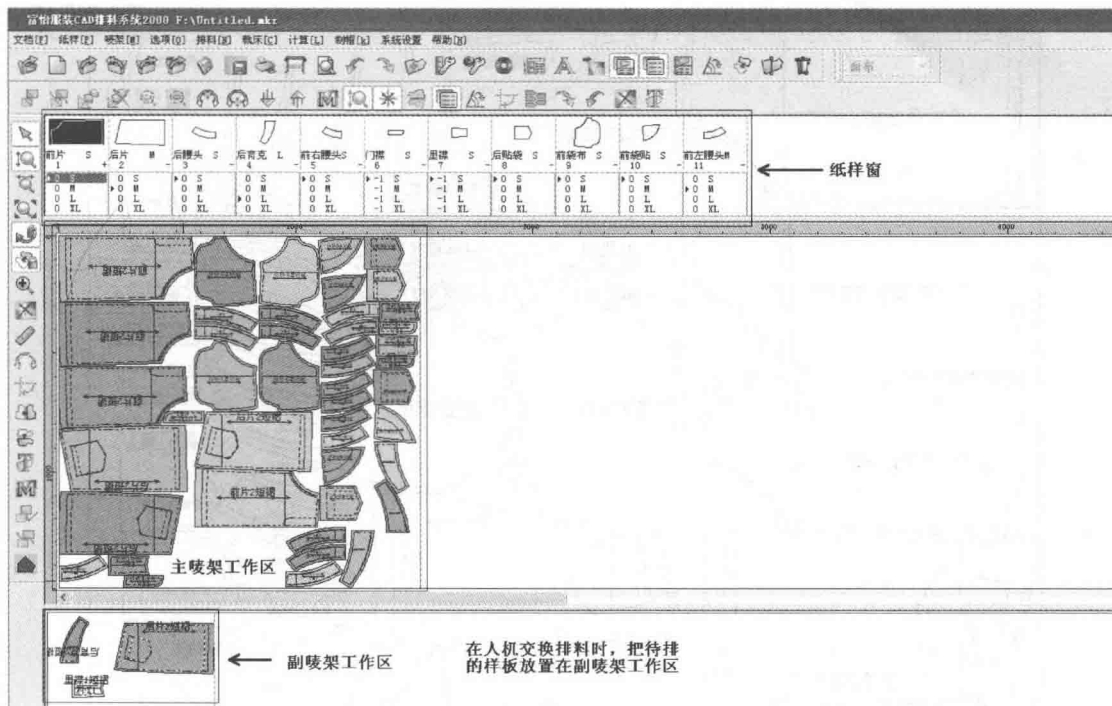
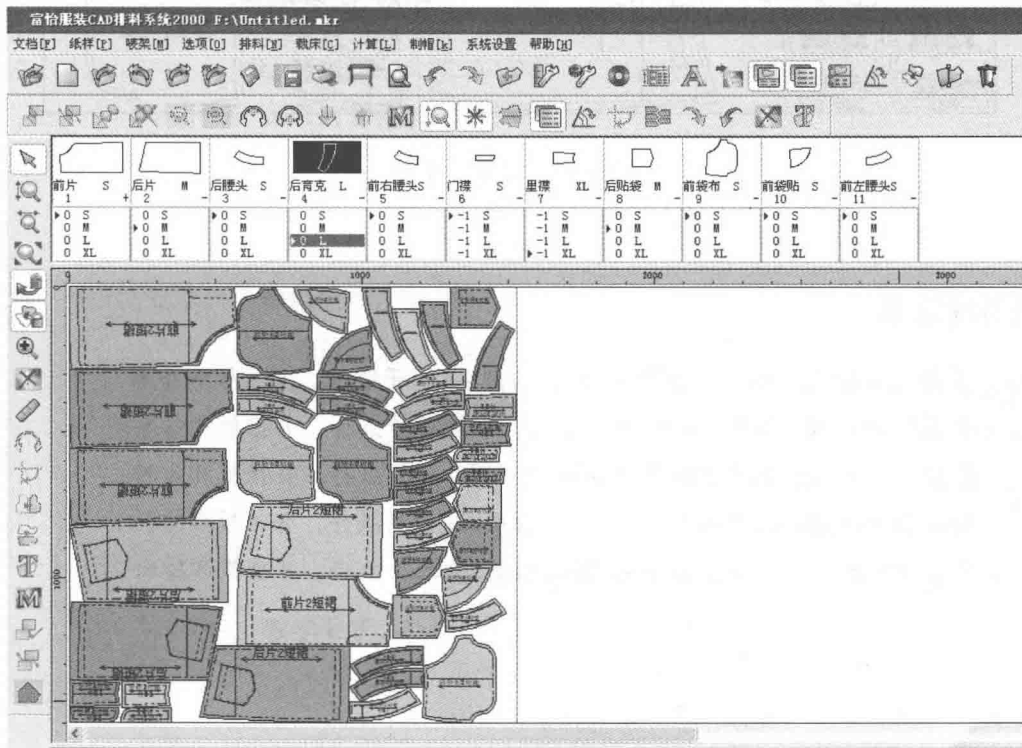

图5-58 采用人机交换排料
图5-59 人机交换排料结果
(9) 采用人机交换排料 (图5-58), 人机交换排料结果 (图5-59)。